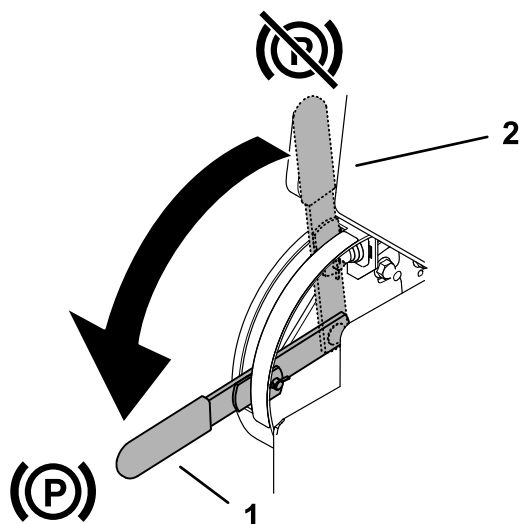

Figure 7
- Pour serrer le frein de stationnement, tournez le levier vers le bas (Figure 7).
- Pour desserrer le frein de stationnement, tournez le levier vers le haut (Figure 7).